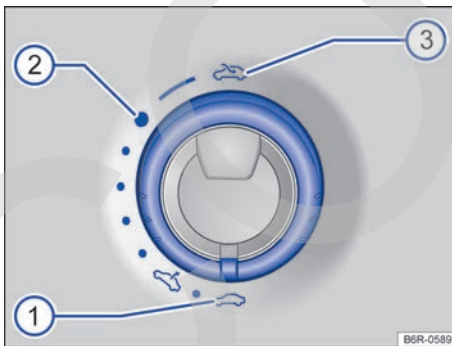

Fig. 72 En el revestimiento interior del techo: girar el mando para abrir y cerrar el techo de cristal.
Para ajustar la posición deflectora del techo de cristal, el mando giratorio se tiene que encontrar en la posición → **fig. 72 ①**.
- **Abrir horizontalmente por completo:** gire el mando a la posición → **fig. 72 ③** y manténgalo en esta posición hasta que el techo de cristal alcance la posición deseada.
- **Posición de confort:** gire el mando a la posición → **fig. 72 ②**.
- **Ajustar una posición intermedia:** gire el mando a una posición entre la → **fig. 72 ②** y la → **fig. 72 ①**.
- **Cerrar por completo:** gire el mando a la posición → **fig. 72 ①**.
- Gire el mando a la posición de “cerrado” → fig. 72 ①.